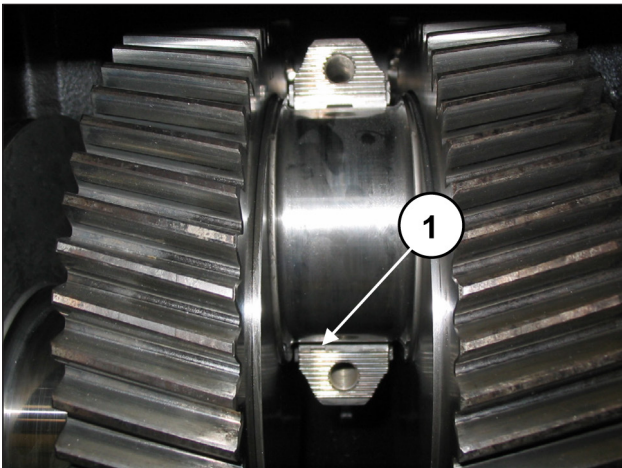

Abb. 81
Stellen Sie für einen vorschriftsmäßigen Einbau der Lagerschalen sicher, dass die Bezugsmarkierung der Lagerschalen in der entsprechenden Aufnahme an der Pleuelhälfte zu liegen kommt (Pos. ①, Abb. 81).